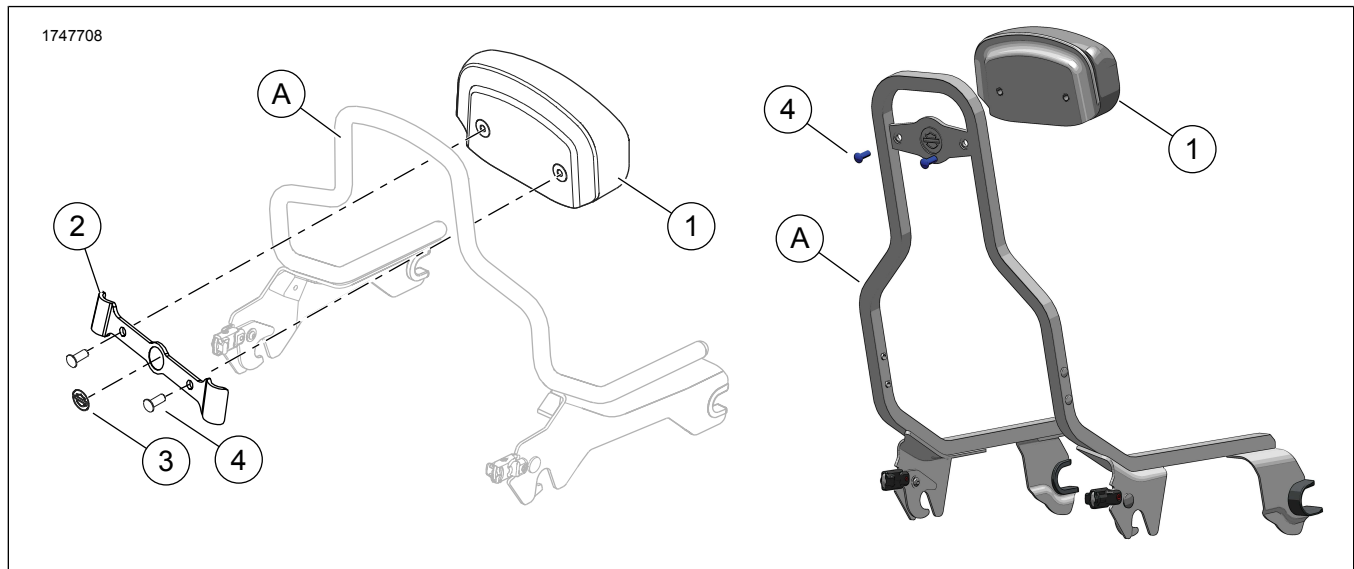

Figure 1. Contenu du kit : Ensemble de coussins de dossier compacts
1. Figure 1 Positionnez le coussin du dossier (1) de sorte que le contour de la base soit aligné avec le haut du montant de OE la barre d'appui (A).
- Le côté du support (3) n'est pas symétrique. La largeur en haut est inférieure à la largeur en bas.
- Utilisez un mélange d'alcool isopropylique et d'eau (50:50) pour nettoyer soigneusement la surface du OE montant (A) avant d'installer le support (2). Laissez sécher complètement. Installer à température ambiante. 10–32 °C (50–90 °F)
2. Enlever l'endos adhésif des côtés gauche et droit du support (3).
3. Figure 1 Placez le support de montage contre le coussin de sorte que OE le montant de la barre d'appui (A) se trouve entre le coussin (1) et le support (2).
4. Positionnez et appuyez fermement le support (2) sur OE le montant de la barre d'appui (A).
5. Insérer les vis (4). Serrer.
1. Figure 1 Utilisez un mélange d'alcool isopropylique et d'eau (50:50) pour nettoyer soigneusement la surface du OE montant de la barre d'appui (A) avant d'installer le support (2). Laissez sécher complètement. Installer à température ambiante.
1. Figure 1 Si nécessaire, coupez le joint de pluie en plastique à l'écart des trous de vis prédécoupés dans le rembourrage du dossier (1) pour éviter que le plastique ne se coince dans les filets.
2. Positionnez le coussin du dossier (1) de sorte que le contour de la base soit aligné avec le haut OE du montant de la barre d'appui (A).
- Figure 1 Utilisez un mélange d'alcool isopropylique et d'eau (50:50) pour nettoyer soigneusement la surface du OE montant de la barre d'appui (A) avant d'installer le support (2). Laissez sécher complètement. Installer à température ambiante. 10–32 °C (50–90 °F)
4. Figure 1 Placez le support de montage (2) contre le coussin (1) de sorte que le OE montant de la barre d'appui (A) se trouve entre le coussin et le support.
5. Positionnez et appuyez fermement le support (2) sur OE le montant de la barre d'appui (A).
6. Figure 1 Insérez les vis (4). Serrer.
1. Figure 1 Alignez le tampon (1) avec le support (2).
2. Installer les vis (4). Serrer.